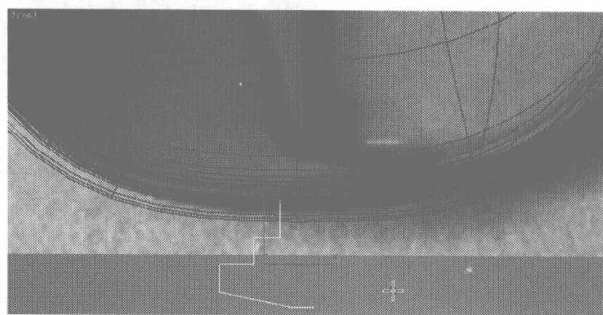

图 5.378
- 01 在  创建面板的  区域，选择 **Splines** 类型，单击 **Line** 按钮，在视图中创建曲线模型，如图 5.378 所示。